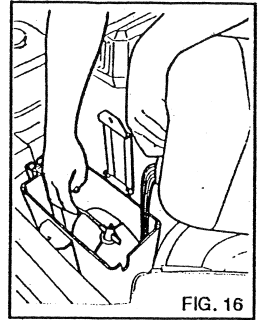

FIG. 16
- 4) Ungefähr 3 Liter Frostschutzmittel in den Wasserbehälter gießen (Abb. 16).